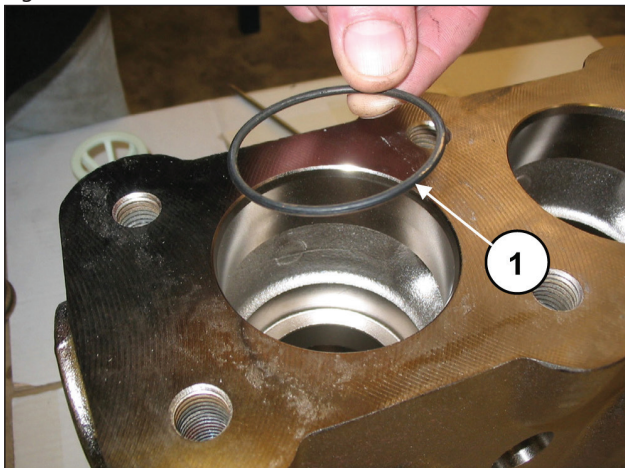

Fig. 103
Introducir la junta tórica, pos. dibujo desglosado 5 (pos. ①, Fig. 103).